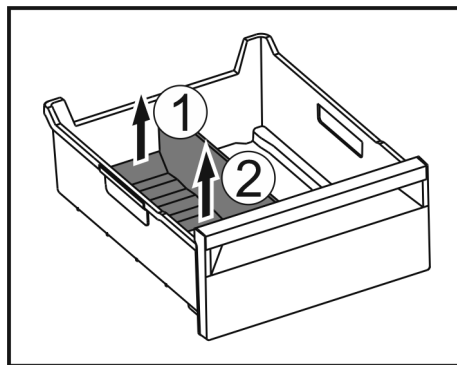

Fig. 116
- Podignite stražnji dio pregrade ladice za led. Fig. 116 (1)
- Izvadite pregradu ladice za led prema gore. Fig. 116 (2)